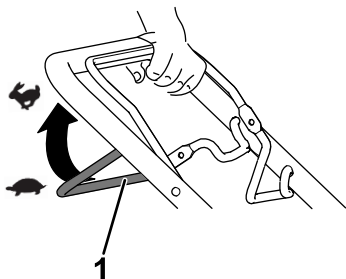

Figura 10
- Para activar la transmisión autopropulsada, tire de la barra de transmisión autopropulsada hasta el manillar y manténgala allí (Figura 10).